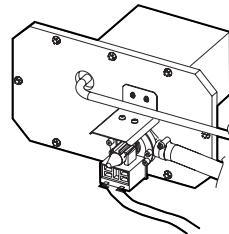

Рис. 14.1.4
- Для увлажнителей 27 кг/с и более отсоедините провод электропитания насоса и дренажную трубку. Снимите с фланца трубку датчика уровня и отвинтите крепежные винты на фланце. Снимите фланец с цилиндра и почистите фильтр (Рис. 14.1.4).